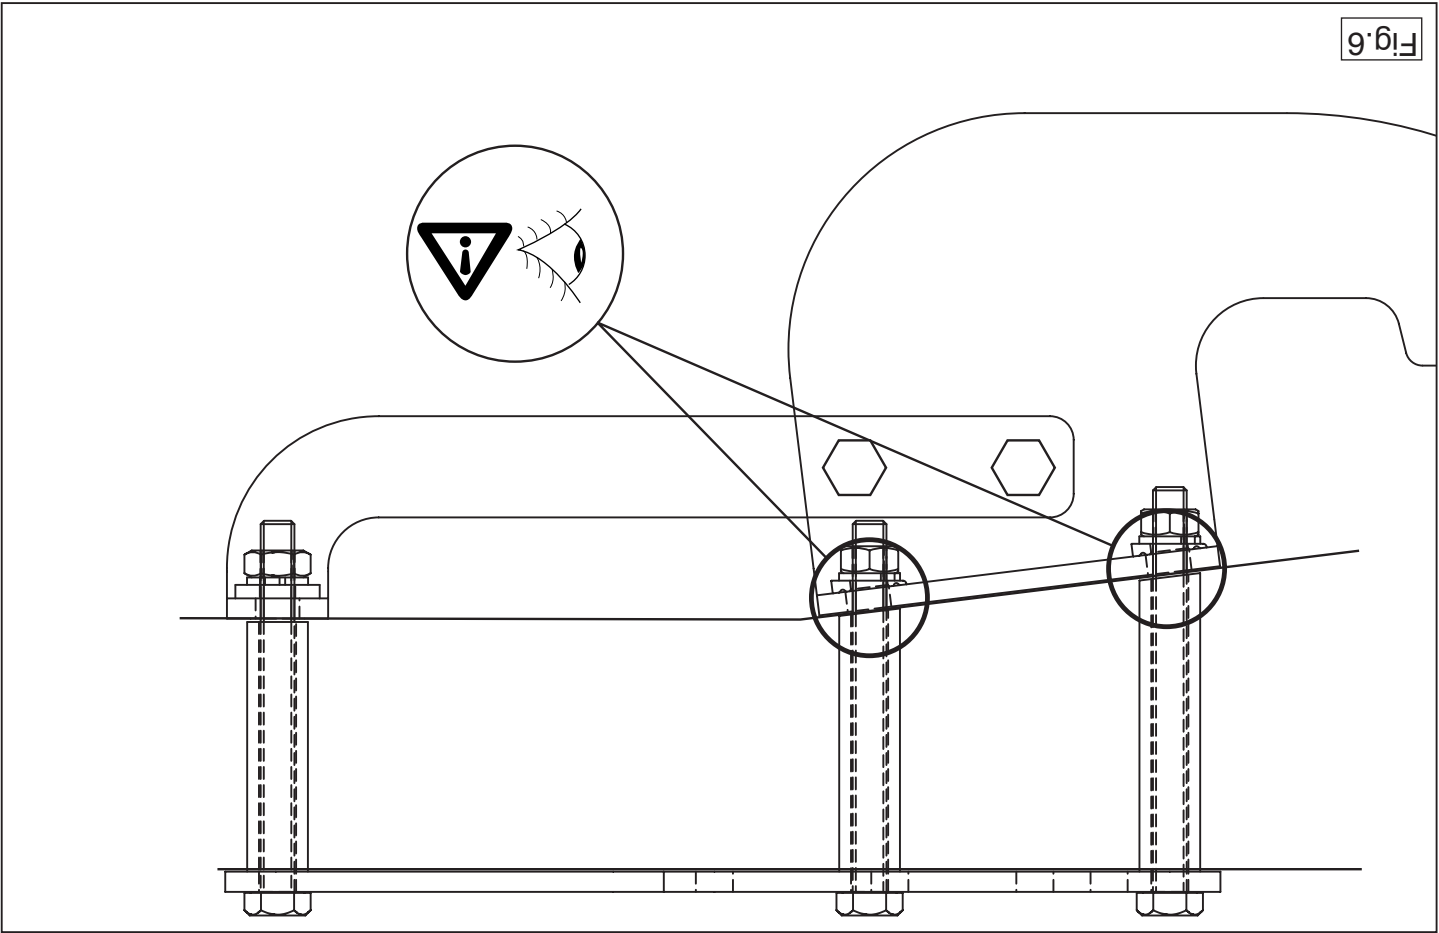

Fig. 6
12. Die Anhängervorrichtung einschließlich Gegenplatten C und D montieren. Siehe Abbildung 6.
12. Monter l'attache-remorque y compris les contre-plaques C et D Voir la figure 6.
12. Monter anhängertrekkeket, inklusive spændpladerne C og D. Se fig. 6.